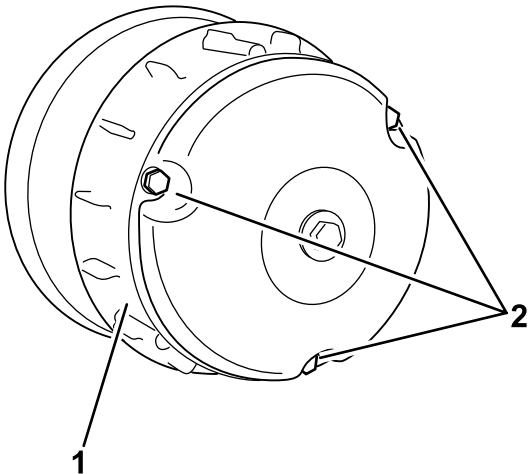

Figura 61
- 2. Retire os 3 parafusos que fixam a tampa à embraiagem e retire a tampa (Figura 61).
- 4. Coloque a tampa da embraiagem e fixe-a com os três parafusos (Figura 61) que retirou em 2.